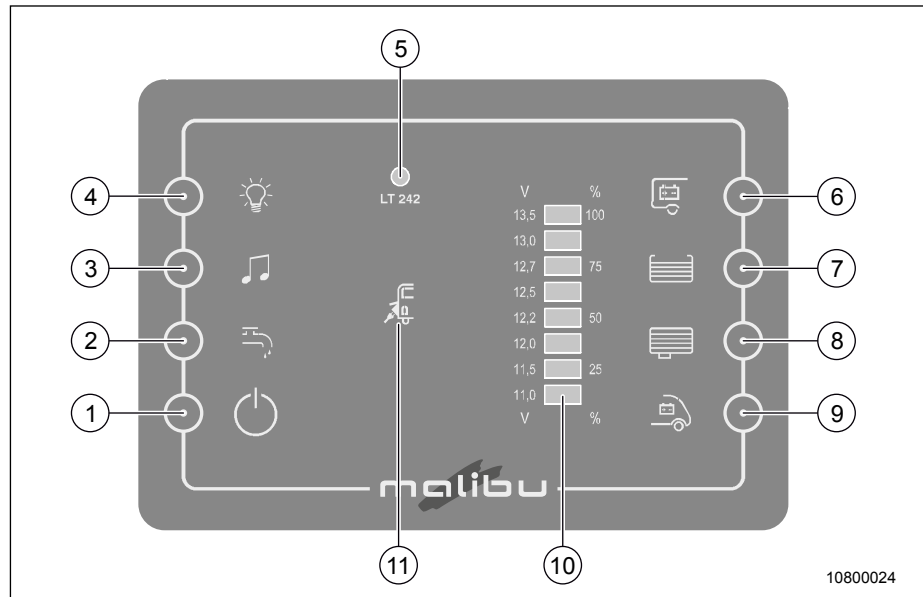

Fig. 82 Panneau de contrôle
6. Vérifier le bon fonctionnement sur le panneau de contrôle (Fig. 82) .
→ Le capteur de l'éclairage d'ambiance (Fig. 82, pos. 5) permet d'afficher en tamisé les affichages sur le panneau de contrôle en fonction de l'éclairage d'ambiance. Pour empêcher toute lumière intrusive du panneau de contrôle la nuit, les éléments d'éclairage émettent une lumière plus faible, plus l'environnement est noir.
Le capteur « Interrupteur principal » 12 V (Fig. 82, pos. 1) active et désactive l'alimentation 12 V de l'habitacle.
En appuyant sur les capteurs (Fig. 82, pos. 7 et 8) sur le panneau de contrôle on peut consulter le niveau de remplissage du réservoir d'eau fraîche et des eaux usées.
Les niveaux sont affichés sur l'échelle (Fig. 82, pos. 10) en quatre niveaux (%).